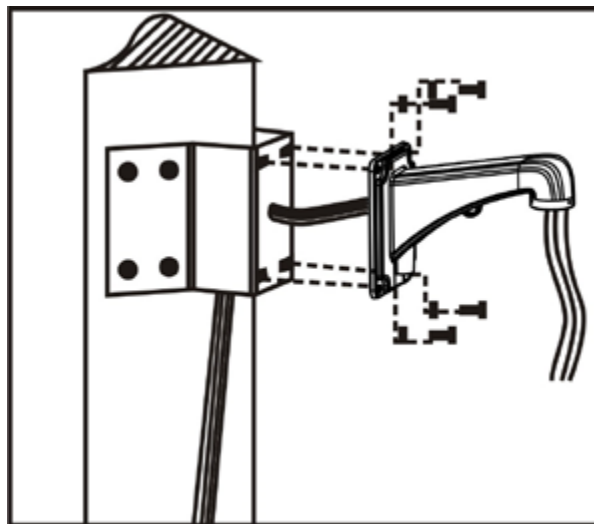

Fig. 7
b. Come mostrato in Fig. 7, passare i cavi di alimentazione attraverso l'accessorio di montaggio ad angolo prima di fissare a muro la staffa.